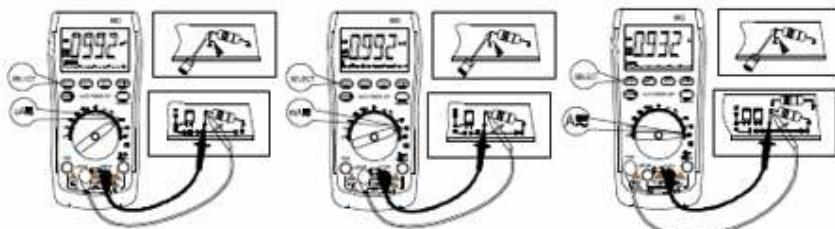

図 11-1
- 1: 黒い測定コードを COM 端子に、赤い測定コードを μ AmA 端子、または 10A 端子に差し込んでください(図 11-1)。